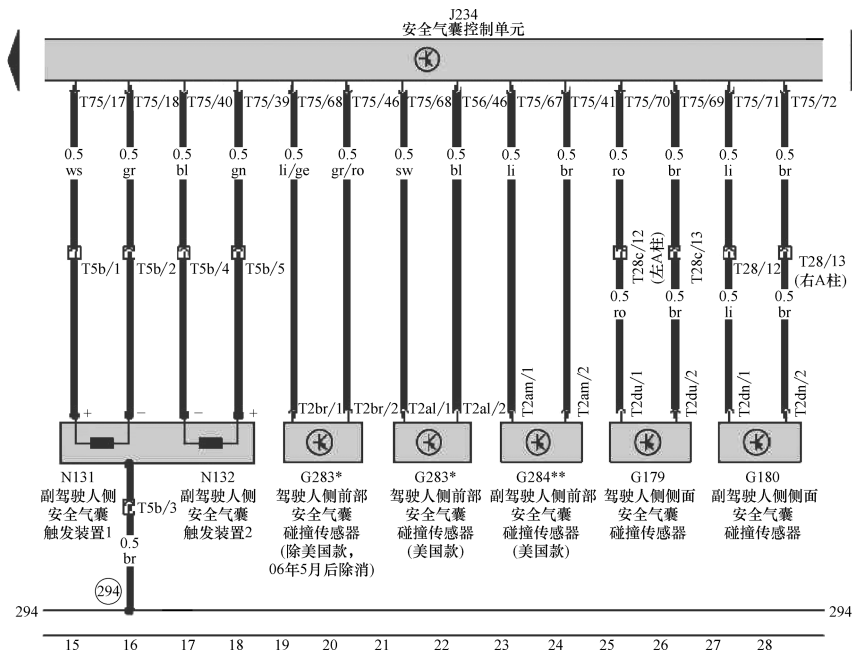

图 4-125 迈腾安全气囊电路图
(2) **故障诊断过程** 迈腾安全气囊电路如图 4-125 所示。驾驶人侧侧面安全气囊碰撞传感器与副驾驶人侧侧面安全气囊碰撞传感器零件是一样的，如图 4-126 所示。用 VAS5051 清除故障码。开始只能清除故障码 01221；断开蓄电池接线后重新接上，清除故障码 01222。直线行驶 3~4km 后，仪表上安全气囊灯重新点亮，故障存储器存储 01221 和 01222 故障码。将碰撞传感器直接跨接至控制单元，故障未解决。更换安全气囊控制单元和驾驶人侧侧面安全气囊碰撞传感器